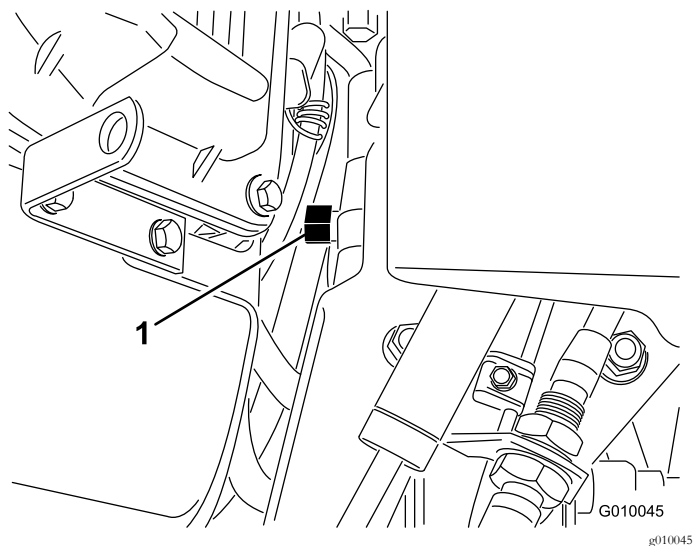

Figura 30
2. Localice la válvula de desvío, situada entre el motor y la bomba hidrostática (Figura 30).
3. Usando una llave de 5/8", gire la válvula de desvío una vuelta en sentido antihorario. Esto permite que el fluido hidráulico se desvíe alrededor de la bomba, dejando que las ruedas giren (Figura 30).
5. Para volver a poner el funcionamiento el aireador, gire las válvulas de desvío una vuelta en el sentido de las agujas del reloj (Figura 30).